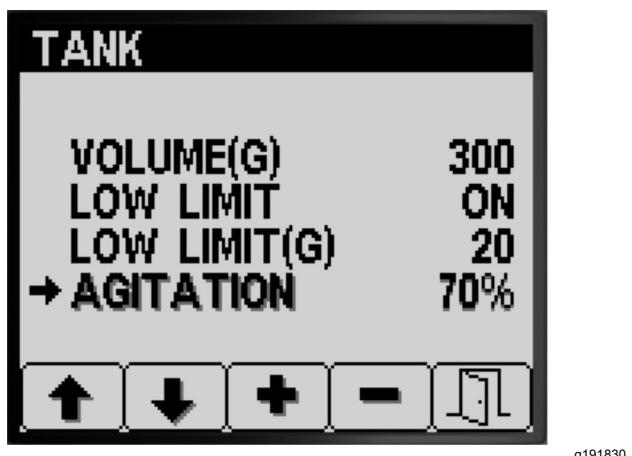

Figura 15
4. Prima o botão 1 ou 2 para navegar para a opção AGITAÇÃO (Figura 15).
5. Prima o botão 4 para selecionar a entrada AGITAÇÃO (Figura 15).
6. Enquanto observa o indicador de pressão do pulverizador montado no painel, prima o botão 3 ou 4 para aumentar ou diminuir o valor predefinido até a pressão do pulverizador se encontrar na pressão de agitação predefinida inicial que calculou no passo 2 (Figura 15).